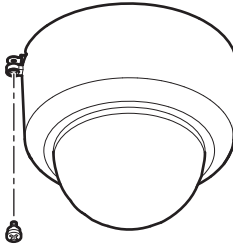

Figura 26. Instalando o parafuso de fixação da tampa superior
- (2) Reinstale o parafuso de fixação da tampa superior (consulte Figura 26).